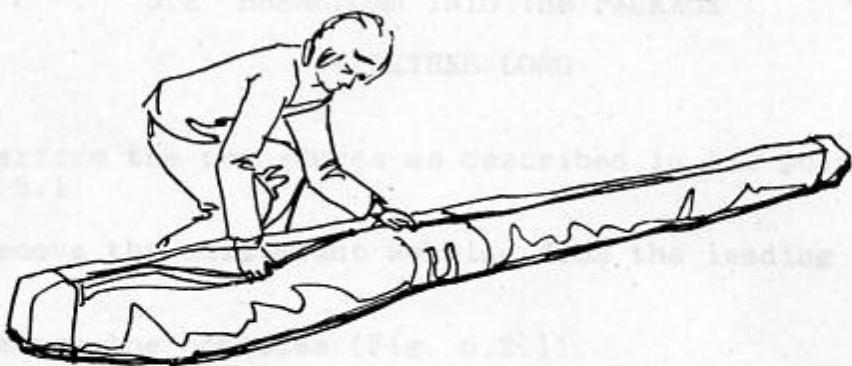

Fig. 5.1.10.
13. Zip the zipper (Fig. 5.1.10).